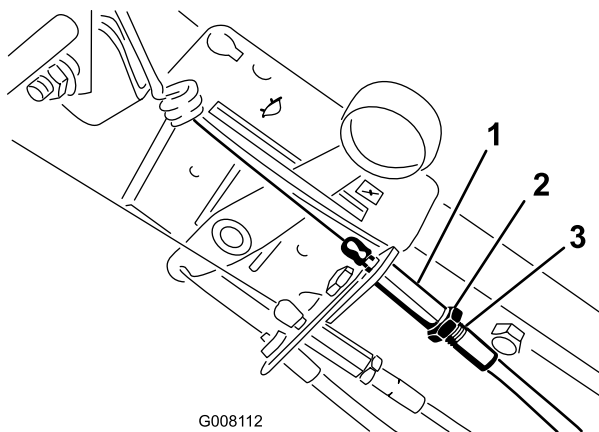

Figure 31
4. Ajustez le dispositif de réglage du câble sur le guidon de sorte que 6 mm de filetage soit visible, puis serrez l'écrou (Figure 31).